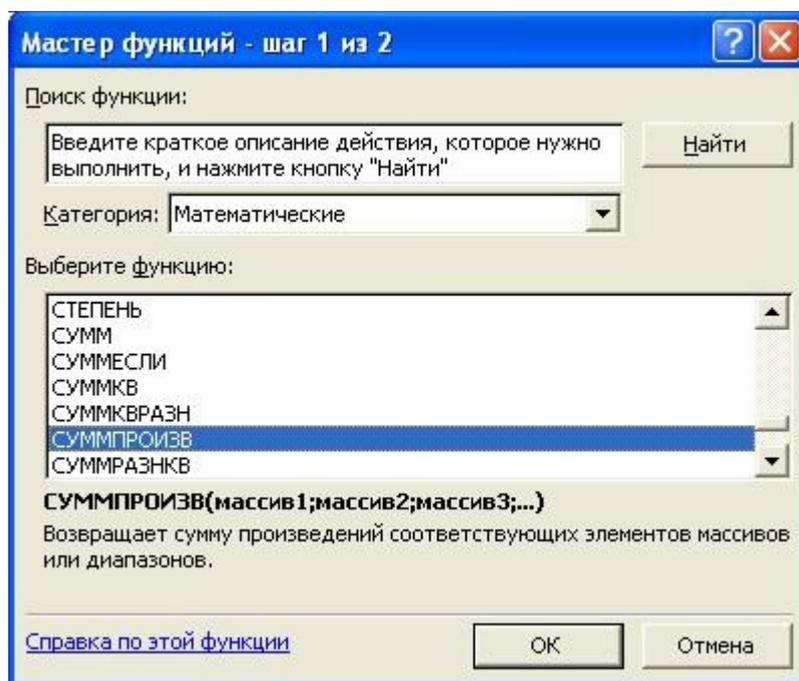

Рисунок 3
- в окне **«Функция»** выберите функцию **СУММПРОИЗВ** (рис. 3);